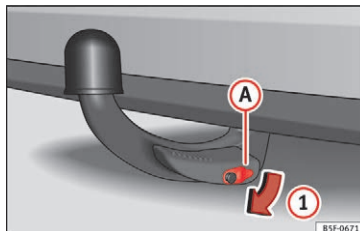

Fig. 233 Aftagning af låseafdækning
- Tag låseafdækningen **(A)** af låsen i pilens retning **(1)** » Fig. 233.